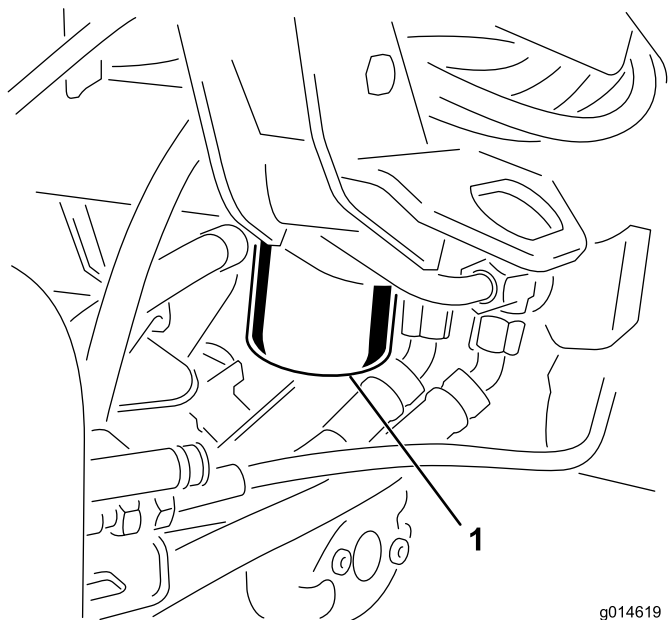

Figura 53
1. Pulite la superficie circostante il filtro (Figura 53). Collocate una bacinella di spurgo sotto il filtro e togliete il filtro.